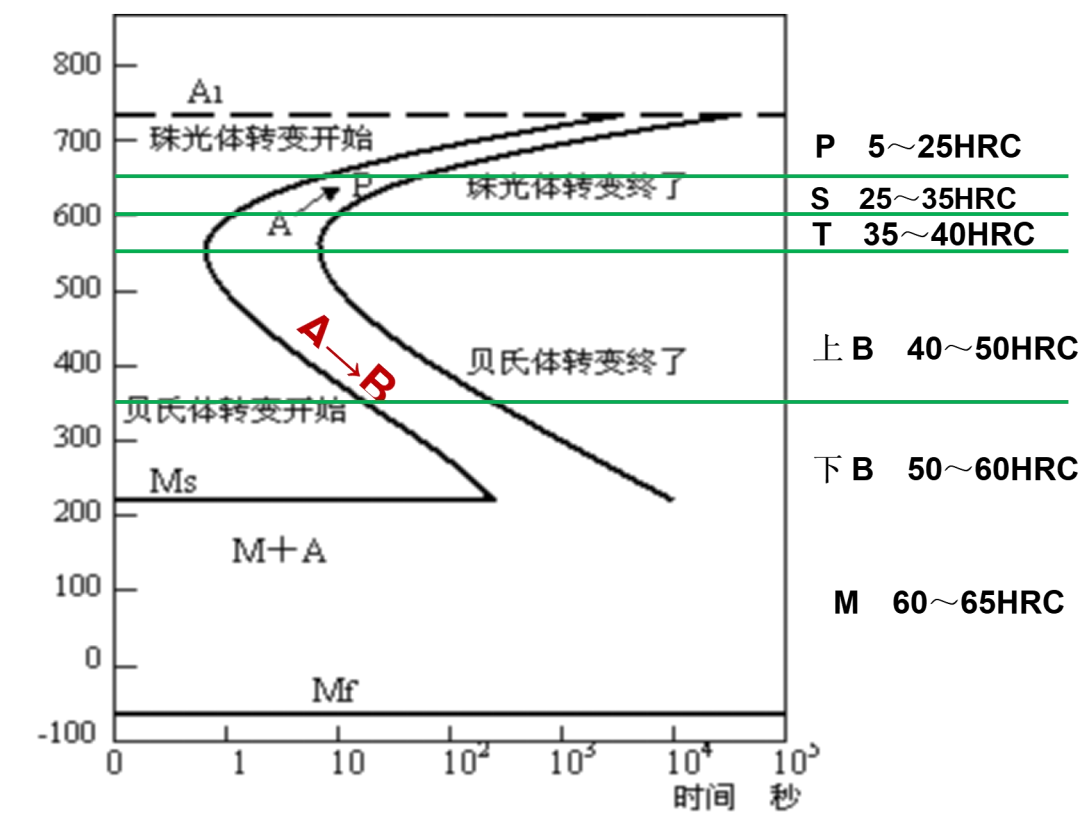

图 4 共析钢等温 C 曲线及各组织的硬度
19、共析钢等温转变 C 曲线如图 4 所示。要熟悉珠图中各种线条的含义，珠光体、贝氏体和马氏体的转变温度区间以及 P/S/T/上 B/下 B/低碳 M/高碳 M 的形态特征与性能。各种组织的硬度规律也应心中有数。